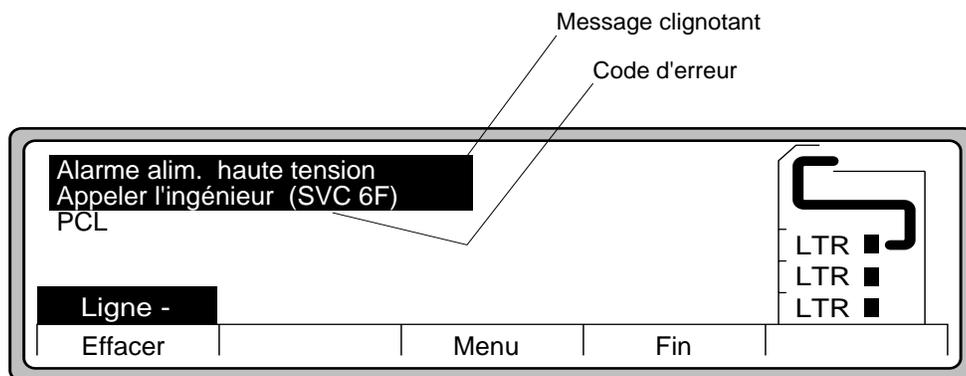

Figure 3-71 Contact d'un ingénieur (agent de maintenance)
1. L'imprimante détecte le problème et affiche généralement un message, comme illustré à la Figure 3-71.